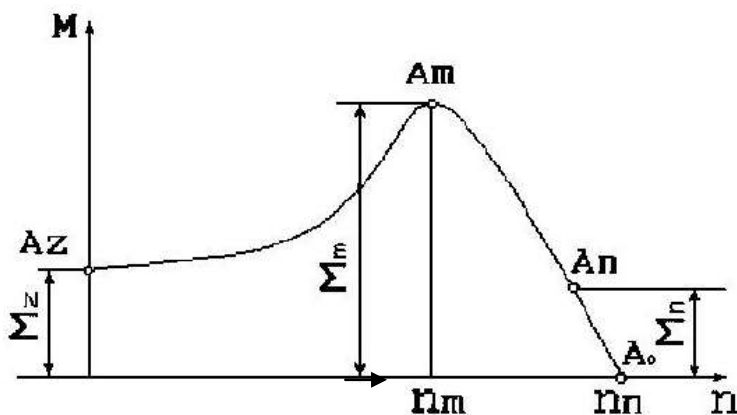

Рисунок 5 – График зависимости
7.6.8 Графики, отображающие качественные зависимости, изображаются на плоскости, ограниченной осями координат, заканчивающихся стрелками. При этом слева от стрелки оси ординат и под стрелкой оси абсцисс проставляется буквенное обозначение, соответственно, функции и аргумента без указания их единиц измерения (рисунок 5).